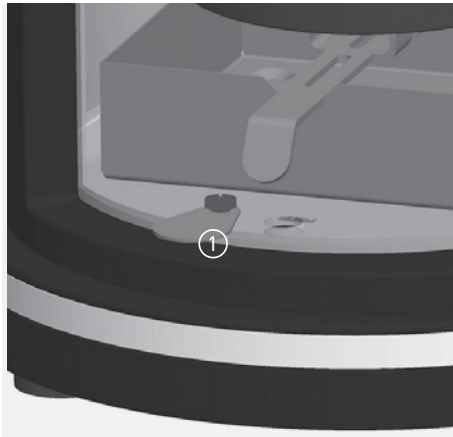

Abb. 4.7 Brennstoffwähler offen, Betrieb mit Braunkohle
- Heben Sie nun den Kohlerost in den Brennzylinder - siehe Abb. 4.7 auf Seite 31 - halten Sie den Rost so, dass die Oberseite des Rosts dabei zu Ihnen zeigt, die Bedienstange nach unten zeigt und von hinten am Rost angeschraubt ist,